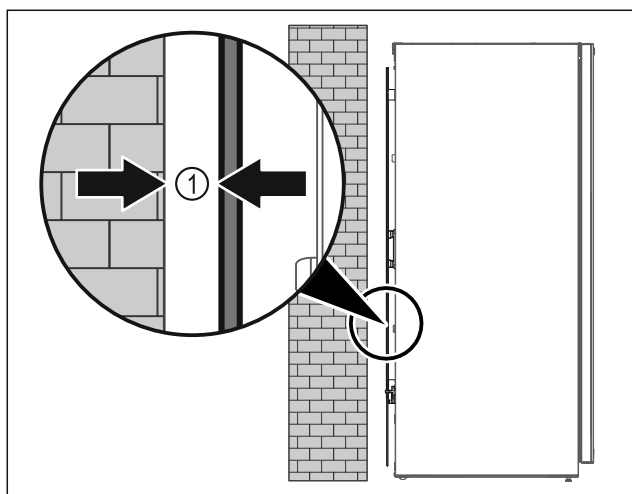

Fig. 7
- ▶ Still opp apparatet enten fritt i rommet eller direkte på en vegg med en minimumsavstand på 5 mm Fig. 7 (1).